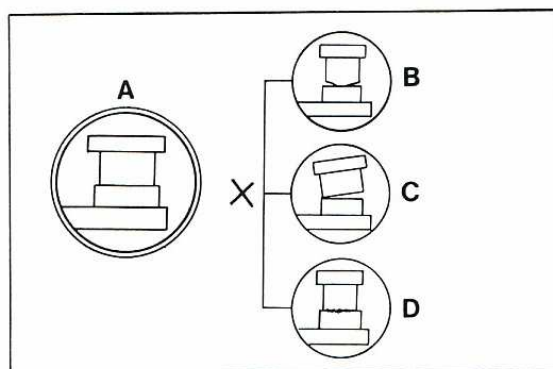

Fig. 40. — ETAT DE L'INTERRUPTEUR DES POINTS DE CONTACT.
B. Vérification de l'interrupteur des points du contact pour corrosion et usure. (Fig. 40).